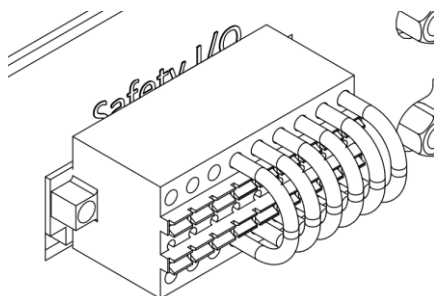

图 4-10 安全短接模块
- 步骤2.** 确认控制柜的安全短接模块连接正常（图 4-10 中即为连接正常的状态）。